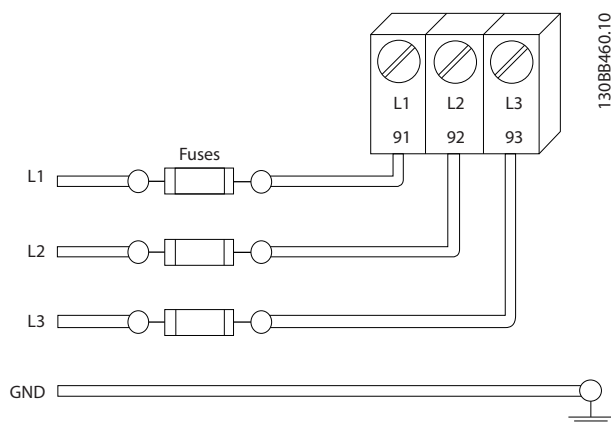

Рисунок 2.4 Предохранители преобразователя частоты
- Все преобразователи частоты должны быть оборудованы системой защиты от короткого замыкания и перегрузки по току. Для реализации такой защиты следует использовать входные предохранители, см. *Рисунок 2.4*. Если они не устанавливаются производителем, их должен установить специалист во время монтажа. Максимальные номиналы предохранителей см. в 10.3.1 *Защита*.
- Все преобразователи частоты должны быть оборудованы системой защиты от короткого замыкания и перегрузки по току. Для реализации такой защиты следует использовать входные предохранители, см. Рисунок 2.4. Если они не устанавливаются производителем, их должен установить специалист во время монтажа. Максимальные номиналы предохранителей см. в 10.3.1 Защита.